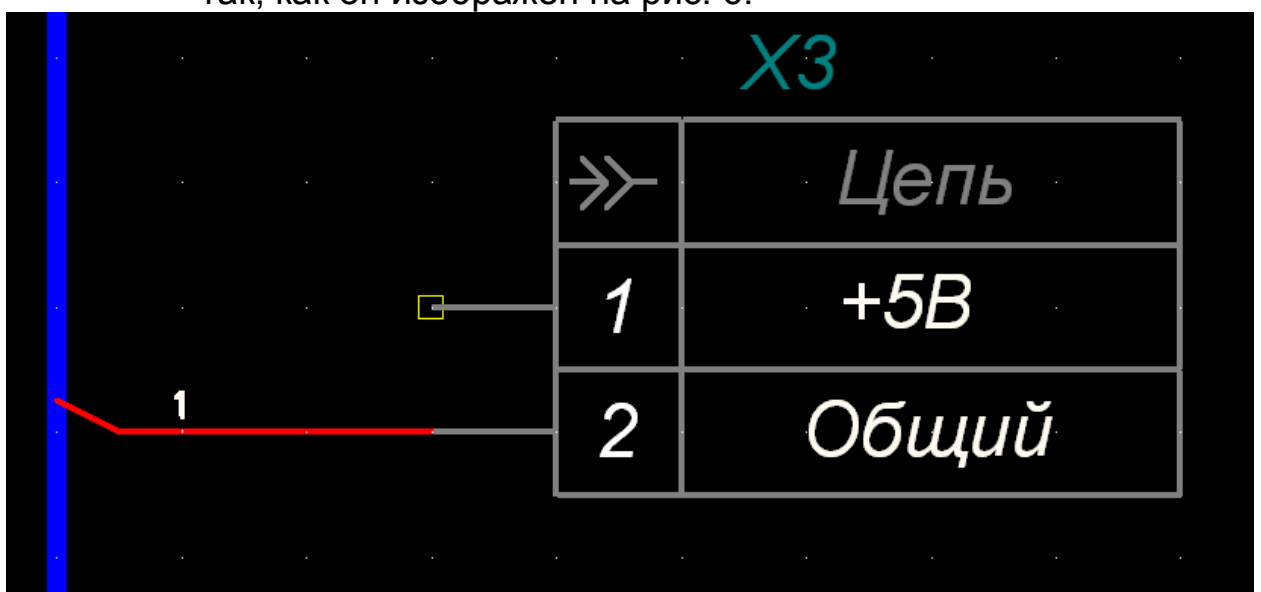

Рис. 6 Размещение порта на чертеже
- 2.15 После настройки нажмите **OK** и поместите порт на чертеж так, как он изображен на рис. 6.